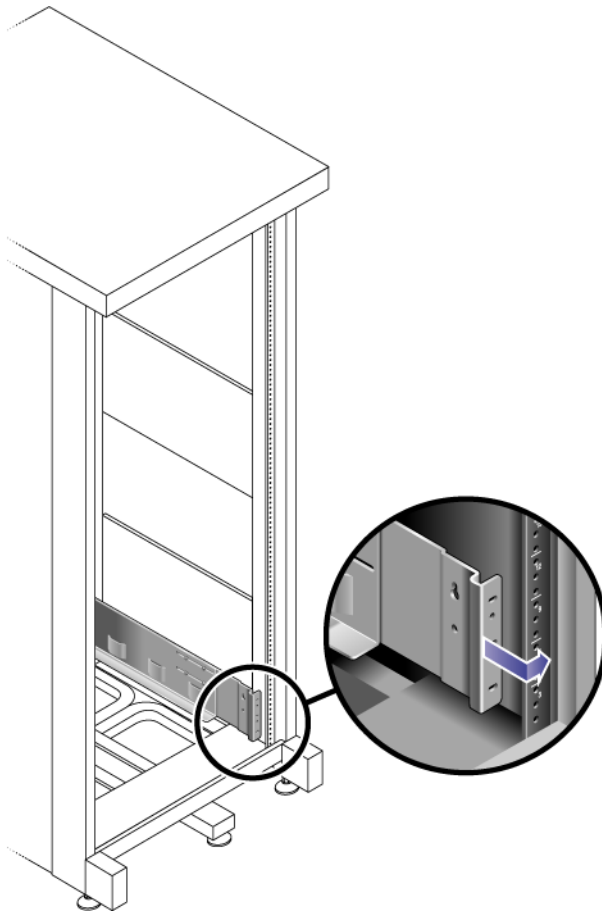

FIGURE 2-5 Réglage de la longueur du rail gauche à l'arrière de l'armoire
4. À l'arrière de l'armoire, réglez au besoin la longueur du rail gauche pour qu'il tienne dans l'armoire et placez la bride du rail sur la face du rail de l'armoire (FIGURE 2-5).